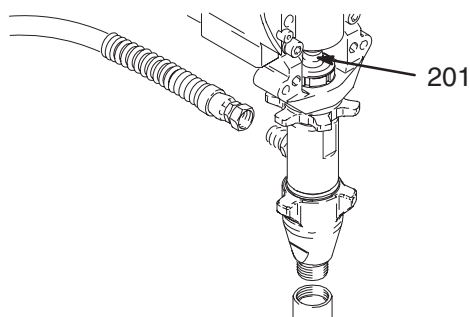

Fig. 12
1. Rinçage de la pompe. Décompresser. Fig. 12. Amener la tige de piston (201) de la pompe en fin de course inférieure.
2. Fig. 12. Dévisser le tube d'aspiration et le flexible de la pompe.